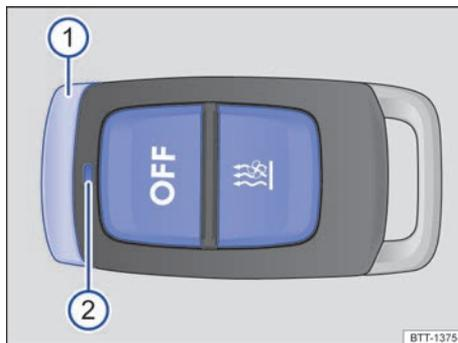

Fig. 129 Calefacción independiente: mando a distancia por radiofrecuencia.
- **Conectar:** pulse la tecla → fig. 129. La calefacción independiente está conectada cuando el testigo de control se enciende aprox. 2 segundos en verde.